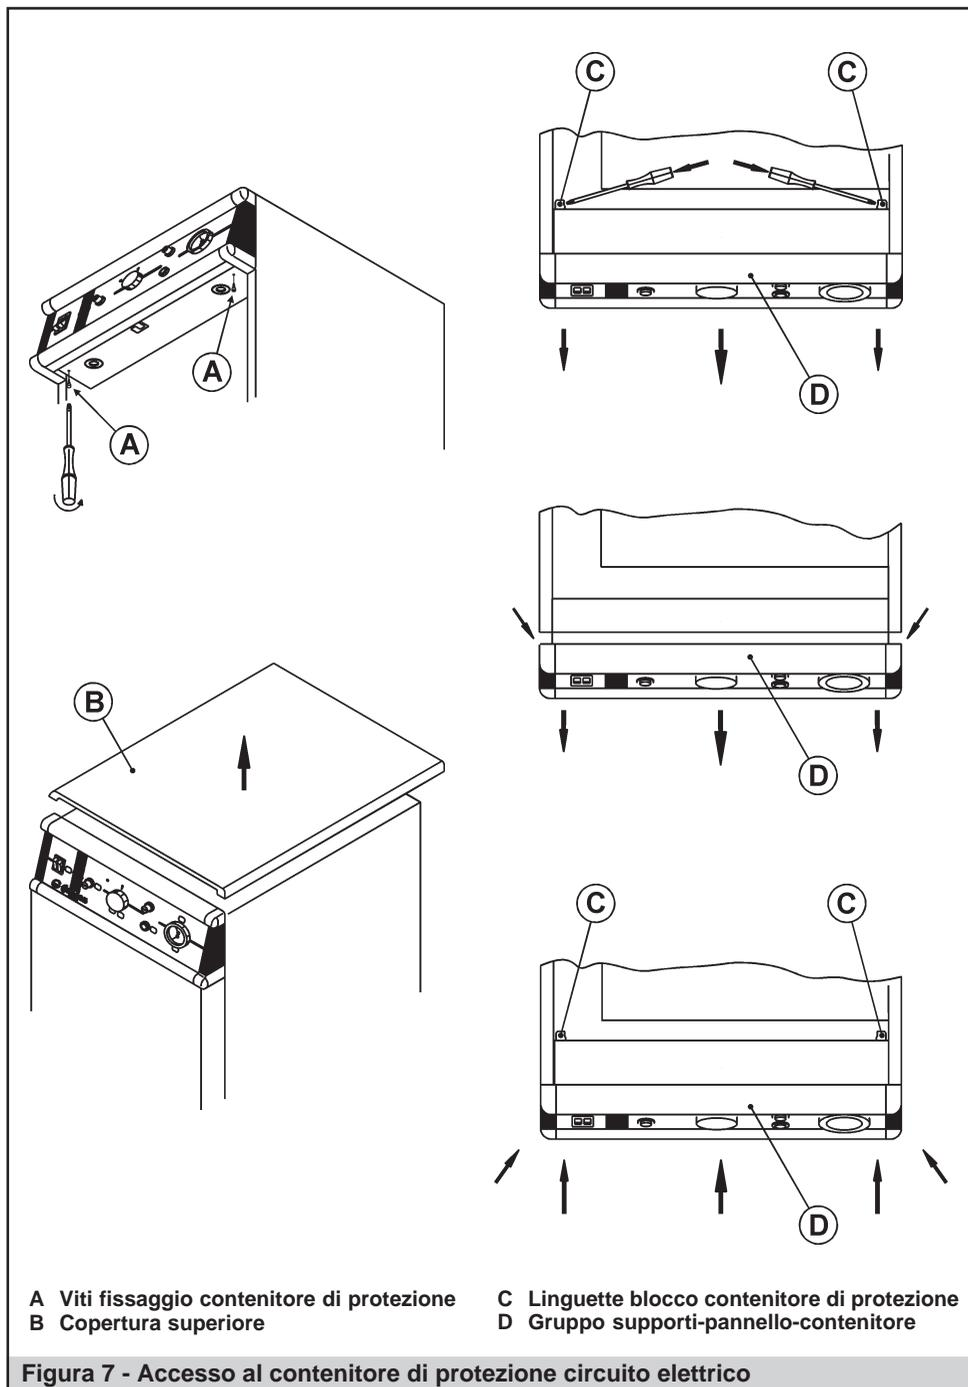

Figura 7 - Accesso al contenitore di protezione circuito elettrico
- smontate il gruppo supporti-pannello-contenitore di protezione, (vedete capitolo 6 e figura 7);
- svitate le viti di fissaggio del contenitore di protezione, (figura 7, particolari A);